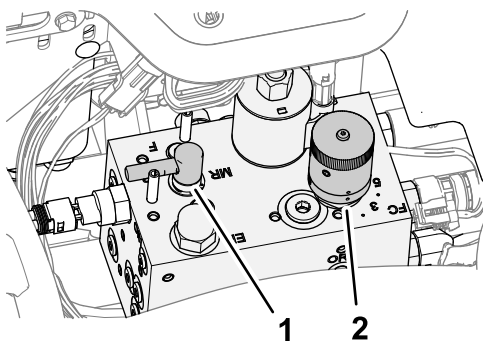

Bild 88
4. Drehen Sie den Läpphebel in die R-Stellung (Bild 88).